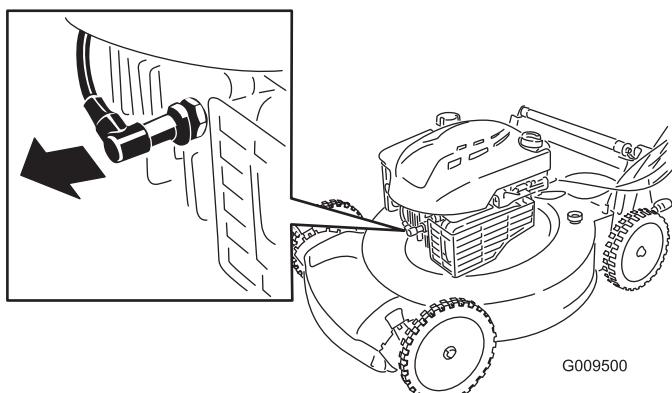

Figure 25
- Débranchez le fil de la bougie (Figure 25) avant de procéder à un quelconque entretien.